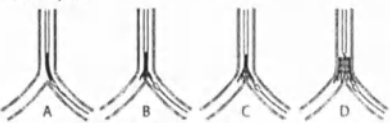

Рисунок 2: Последовательность раскрытия стента Access
- Продвигайте систему доставки под флуороскопическим контролем так, чтобы метка 2 находилась на уровне катета. (См. Рисунок 2А).
- Добившись правильного положения на уровне катета, снимите предохранитель и под флуороскопическим контролем медленно вытягивайте привод оболочки до тех пор, пока не покажутся дистальные метки стента и дистальная метка оболочки не продвинется в проксимальное положение в направлении (раскрывающей) метки. После этого выполните краткое впрыскивание контрастного вещества для обеспечения правильного положения стента. Если метки стента находятся за пределами катета, следует скорректировать положение системы, чтобы установить ее на одном уровне с катетом. (См. Рисунок 2В).
оказались внутри каждой ветви. Введите контрастное вещество для обеспечения правильного положения стента. (См. Рисунок 2С).